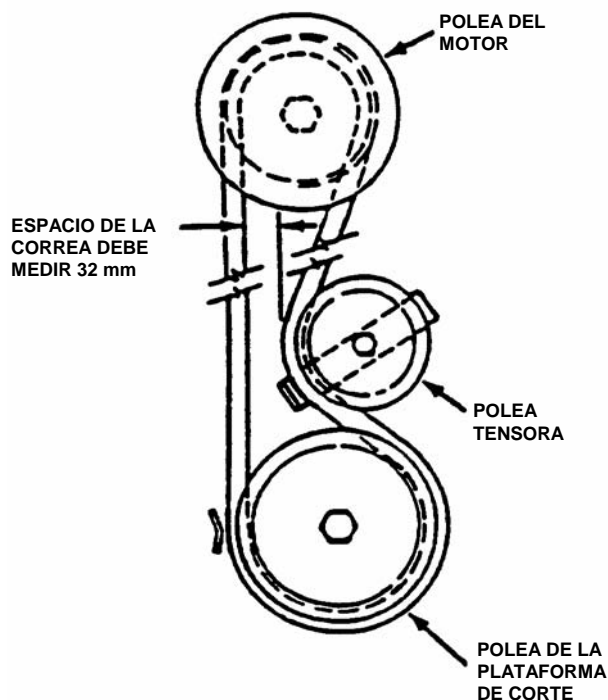

FIGURA 3.4
5. **Plataformas de 64, 71 y 76 cm:** Mida el espacio entre la correa y la polea tensora. Vea la figura 3.4. El espacio debe medir 32 mm, pero no menos de 25 mm. Si mide menos de 25 mm, debe ajustar la tensión de la correa. Consulte la sección "AJUSTES DE LA CORREA DE LA CUCHILLA".
2. Cambie el filtro de aire. Tire del cerrojo del filtro de aire y gírelo para quitar la cubierta del filtro. Vea la figura 3.4.